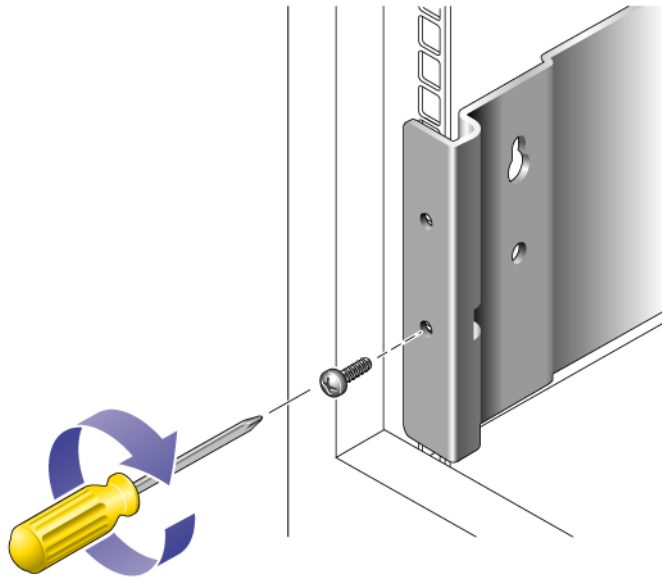

図 2-29 キャビネット背面へのレールの固定
6. ケージナットに適合するねじを差し込んで締め付け、背面のキャビネットレールにレールを固定します (図 2-29)。